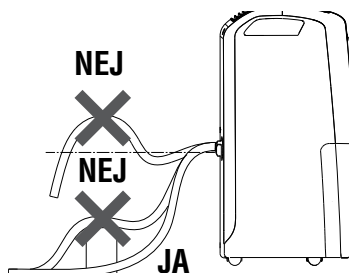

fig. 5
- 3) Kontroller at røret ikke er længere end mundingens højde (fig. 5). I modsat tilfælde rester vandet i dunken; kontroller også at røret ikke er forsnævret.